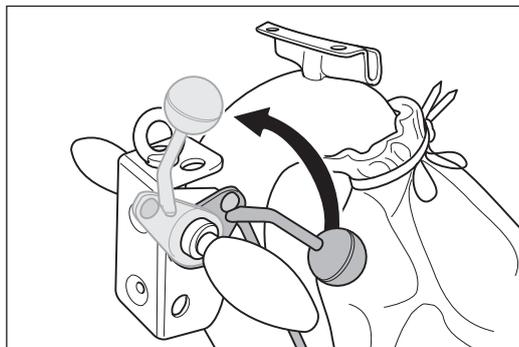

Abb. 8 Den Ablasshebel am Handgriff bis zum Anschlag nach oben ziehen. Dadurch wird die Schleifwalze vom Boden abgehoben.
- 1 Ziehen Sie den Ablasshebel am Handgriff bis zum Anschlag nach oben (Abb. 8). Dadurch wird die Schleifwalze vom Boden abgehoben.
- Vor dem Einschalten der Maschine **immer** die Schleifwalze vom Boden abheben (Abb. 8)!
- 1 Ziehen Sie den Ablasshebel am Handgriff bis zum Anschlag nach oben (Abb. 8)!
- Ziehen Sie den Ablasshebel am Handgriff bis zum Anschlag nach oben (Abb. 8)!**